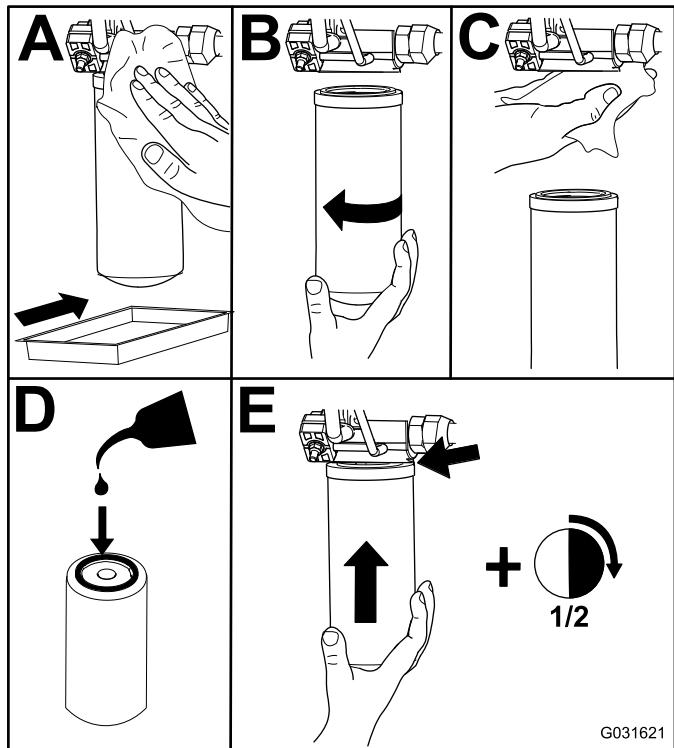

Figura 78
2. Cambie ambos filtros de fluido hidráulico (Figura 78).